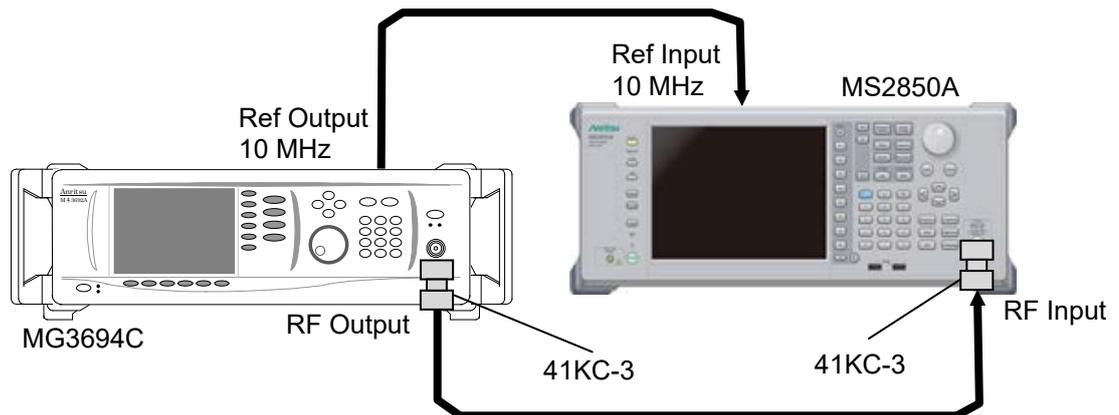

図 6.2.9-1 入力アッテネータ切替誤差
4. 図 6.2.9-1 のように本器と試験用測定器を接続します。